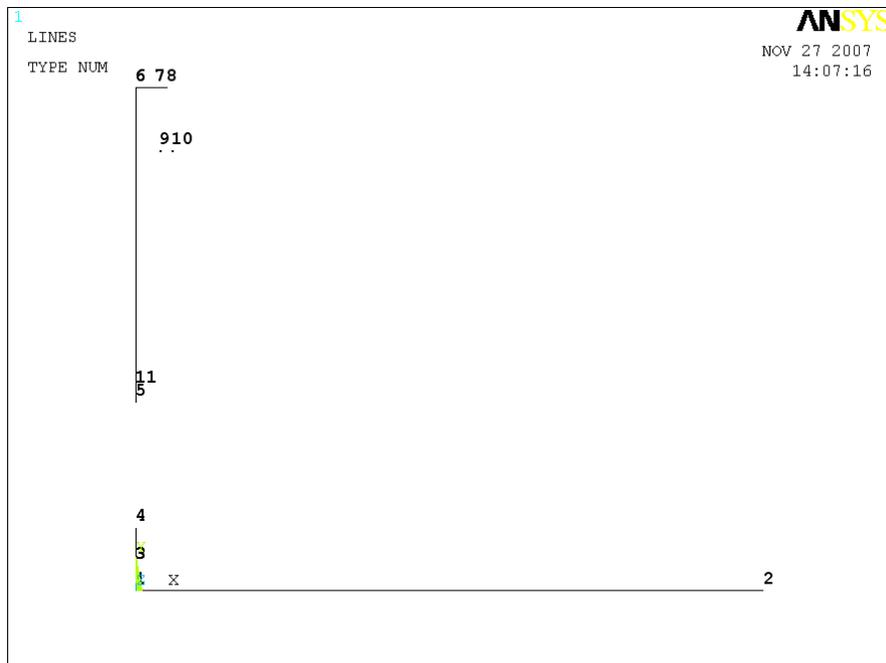

Рисунок 33. Результат построения всех прямых линий границы модели
- Нажимаем кнопку **OK** (Рисунок 33).